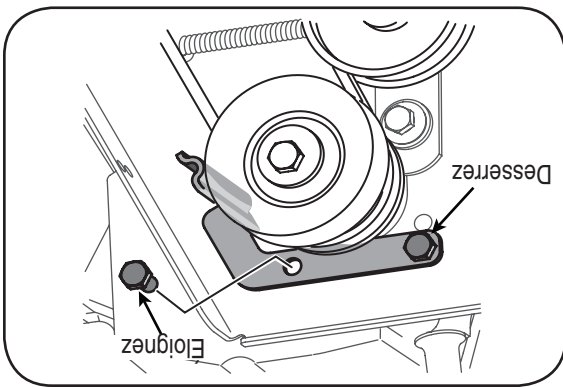

Figure 24
3. a. Desserrez le boulon, représenté à la Figure 24, qui maintient le support du guide de courroie, puis retirez l'autre boulon.